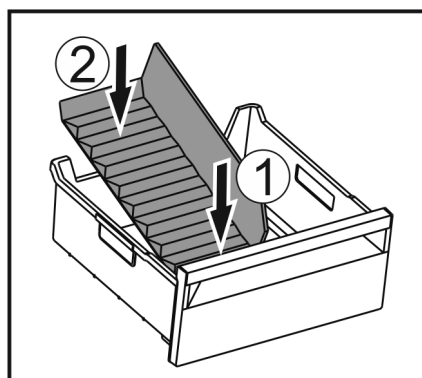

Fig. 196
- Włożyć przednią część separatora do szuflady na lód. Fig. 196 (1)
- Tylną część separatora do szuflady na lód opuścić na dno szuflady. Fig. 196 (2)